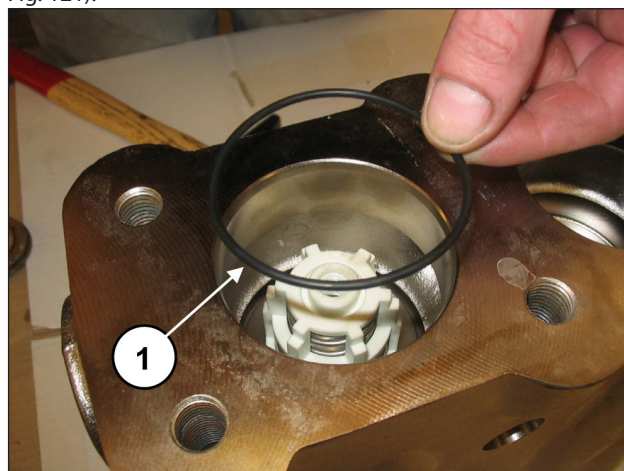

Fig. 121
Insira o anelo circular, pos. de explosão nº. 19 (pos. ①, Fig. 121).